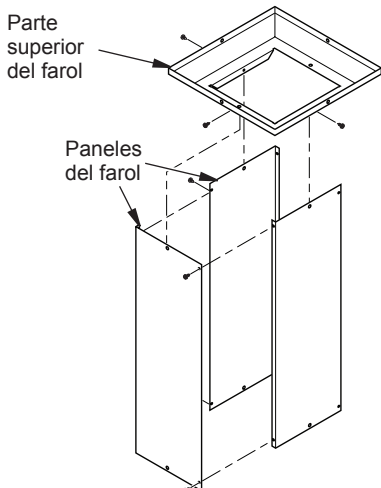

Figura 5 - Conjunto del panel y la parte superior del farol
1. Ubique los 4 paneles del farol que están empacados juntos. Ensamble 3 de las piezas con 4 tornillos (H), como se muestra en la figura 5.
2. Coloque la parte superior del farol sobre el conjunto de los paneles, alineando los orificios de los tornillos. Fijela con 3 tornillos (H), como se muestra en la figura 5.